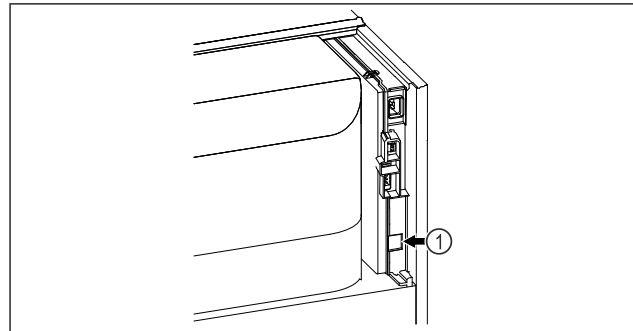

Fig. 99
- Το SmartModule Fig. 99 (1) είναι τοποθετημένο.